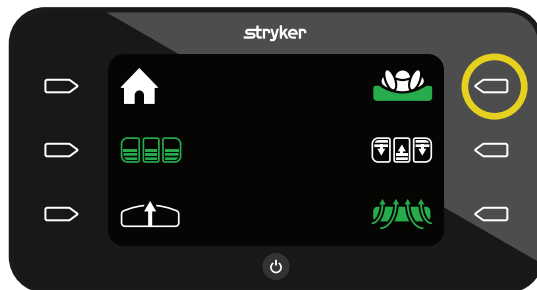

Figure 18 – Mode AST activé
2. Pour arrêter le mode AST, appuyer sur le bouton d'action en regard de l'icône **mode AST** (Figure 18).